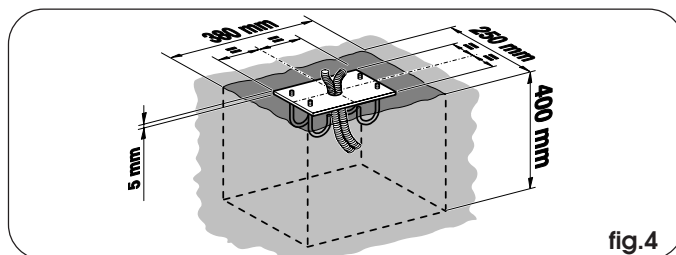

fig.4
- 1) Réaliser une base de fondation (fig.4) (on se réfère à un terrain argileux)
- 2) Sceller la plaque de fondation (fig.4) en prévoyant une ou deux gaines pour le passage des câbles électriques. Vérifier la parfaite horizontalité de la plaque avec un niveau à bulles. Attendre que le ciment ait pris.